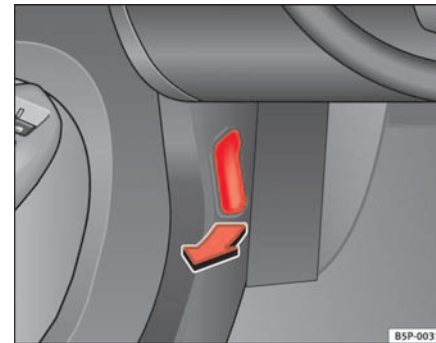

Abb. 157 Ausschnitt aus dem Fußraum auf der Fahrerseite: Entriegelungshebel für die Motorraumklappe
- Ziehen Sie den Hebel unter der Instrumententafel ⇒ Seite 219, Abb. 157 in Pfeilrichtung. Die Motorraumklappe wird durch Federwirkung entriegelt ⇒ .